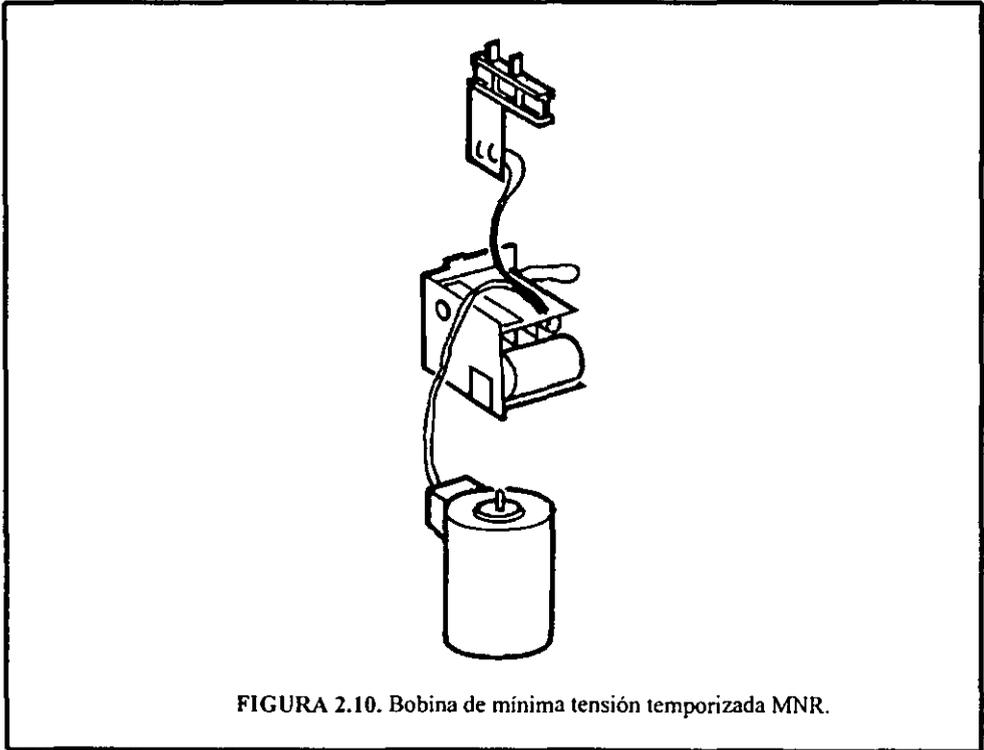

FIGURA 2.10. Bobina de mínima tensión temporizada MNR.
**Bobina de mínima tensión temporizada MNR**.- Esta bobina mostrada en la figura 2.10 realiza la apertura del interruptor con un retardo de tiempo cuando detecta una caída de tensión menor al 75% de su valor nominal, evitando así el disparo en caso de caídas de tensiones transitorias, este retardo es ajustable de 0.5 a 3 segundos. Esta bobina sólo se suministra en corriente alterna.